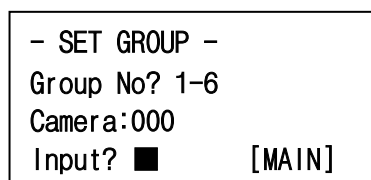

図3-19
**Group 設定モード:** Set key → Group key(図3-19)